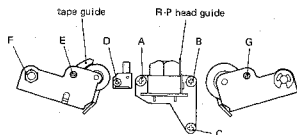
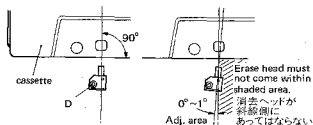
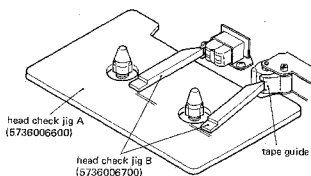

Fig. 5-4
Fig. 5-6
Fig. 5-5
2. If not, adjust screw D (shown in fig. 5-4) so that the head comes within the adj. area (fig. 5-6).
1. Place the deck in PLAY mode. Adjust screw A (fig. 5-4) so that head check jig B is aligned with the REC & PLAY head guide.
2. もし垂直でない時は図5-4に示すネジDで図5-6の範囲内に入るよう調整する。
1. PLAY状態にし、ヘッド治具(B)を録・再ヘッド・ガイドに一致するよう図5-4のネジAを調整する。(図5-5参照)
- If the tape curls at the left pinch roller tape guide, adjust REC & PLAY head screw B (fig. 5-4) within 3/4 of a turn. When curling has disappeared, adjust screw A in the same manner to maintain the horizontal position of the head.
左ピンチ・ローラのテープ・ガイドでテープがカールする場合は、録・再ヘッドのBネジ(図5-4参照)を3/4回転以内の範囲で調整する。カールが消失したらAネジを同様に調整してヘッドの水平を保つ。